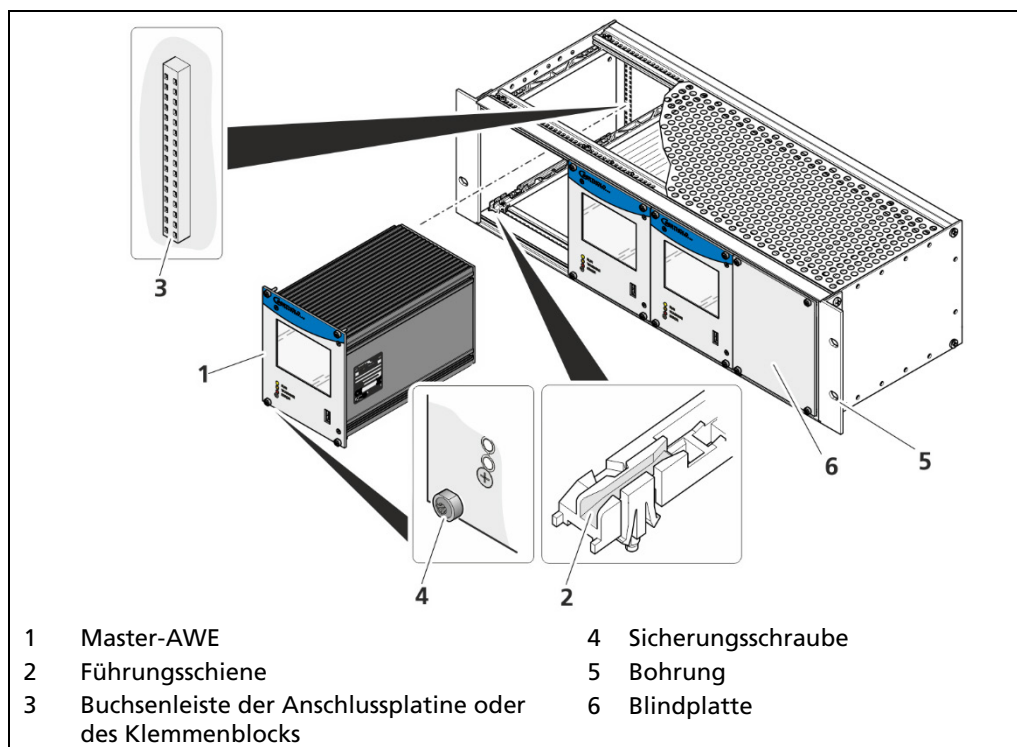

Abb. 8 19"-Baugruppenträger mit Klemmenblöcken (Beispiel: 3x Master)
Der 19"-Baugruppenträger kann unterschiedlich bestückt werden (siehe Dokument „Technische Information“ im Anhang). Zum elektrischen Anschluss werden die rückwärtigen Klemmenblöcke oder Anschlussplatinen (Abb. 8, Pos. 3) verwendet.
Der Baugruppenträger wird in einem 19" Schaltschrank oder einem Bedienpult (Schalttafel) eingebaut. Zur Befestigung des Baugruppenträgers dienen die 4 seitlichen Bohrungen (Abb. 8, Pos. 5), die mit den passenden Schrauben zu versehen sind.
- ▶ Die Master-AWEs müssen durch Sicherungsschrauben (Abb. 8, Pos. 4) gegen das Herausziehen gesichert werden.
1. Master-AWE (Abb. 8, Pos. 1) in die Führungsschienen (Abb. 8, Pos. 2) setzen.
2. Modul vorsichtig in den Baugruppenträger schieben, bis die Stiftleiste komplett in der Buchsenleiste (Abb. 8, Pos. 3) eingesteckt ist.
3. Sicherungsschrauben (Abb. 8, Pos. 4) anziehen.
4. Nichtbelegte Steckplätze müssen mit Blindplatten (Abb. 8, Pos. 6) abgedeckt werden.